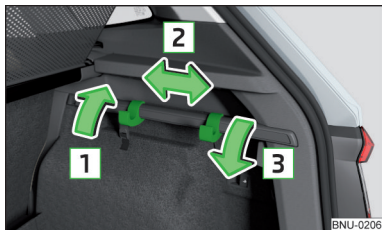

Fig. 140
- Appuyez sur le crochet vers le haut dans le sens de la flèche **1** et poussez en même temps dans la position souhaitée dans le sens de la flèche **2** » fig. 140.